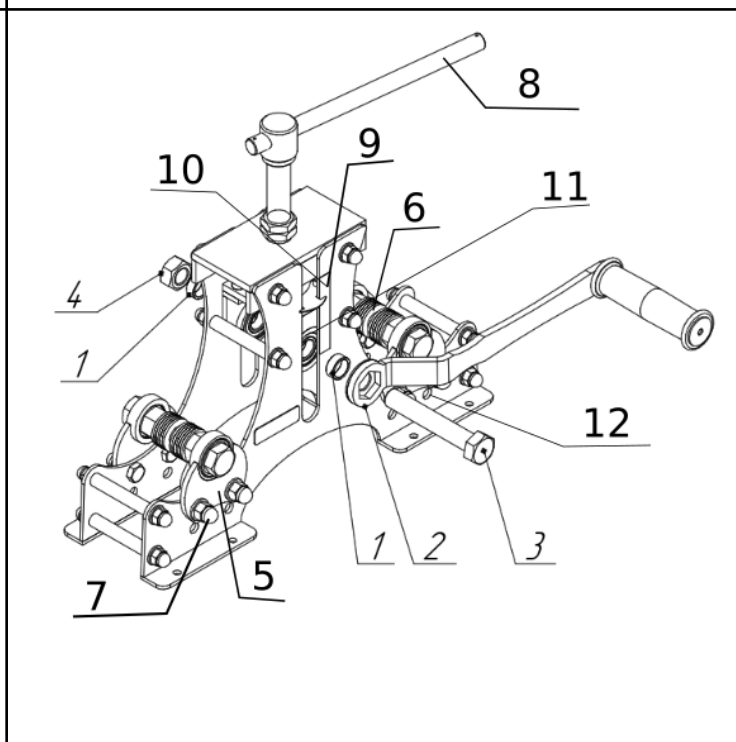

Рис. 4. Профилегйб "Удачный Лайт"
2. Подберите внутреннюю ширину для надежной фиксации профиля при прокате. Для этого добавьте или уберите специальные шайбы и втулки. Для этого используйте схему, описанную в п. 2 раздела "**Сборка трубогиба перед первым использованием**", только вместо прижимного вала используйте опорные, которые установлены на фланцы 5) на Рис. 4. Аналогично можно установить адаптер для дрели, который приобретается отдельно и не входит в стандартную комплектацию.
3. Вращая ручку (8) на Рис. 4 установите профилегиб в верхнее положение, позволяющие без усилий вставить на валы профильную трубу.
Трубогиб "Удачный-Лайт" позволяет изменять высоту установки валков. Для того, чтобы сменить положение валков, открутите болты крепления фланцев (опоры) (7) на Рис. 4 на всех четырех опорах. Для удобства можно снять валки. Переместить в нужное положение и закрепить. Если валки сняты, установить их на место.